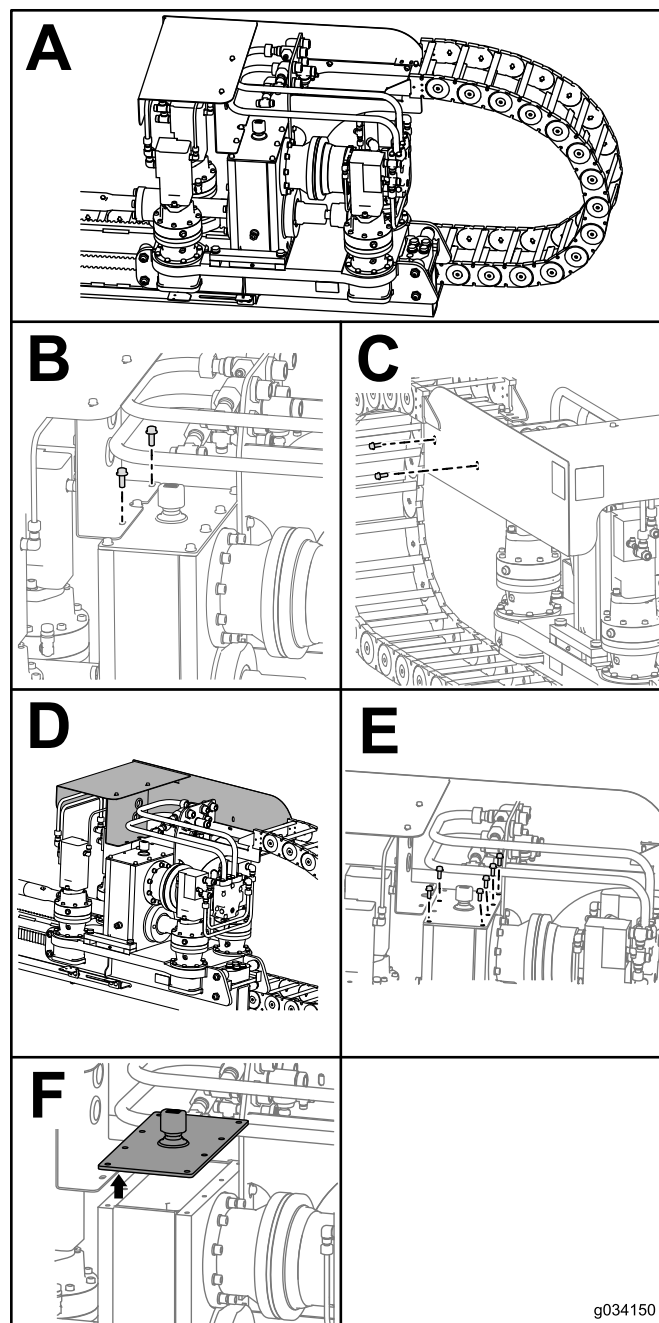

Рисунок 137
3. Удалите два болта с шайбами в ограждении каретки (вид В на Рисунок 137).
4. Удалите два болта с шайбами и гайками в боковой части ограждения каретки (вид С на Рисунок 137).
5. Сдвиньте ограждение каретки вперед (вид D на Рисунок 137).
6. Отверните 6 болтов на редукторе (вид Е на Рисунок 137).
7. Снимите крышку на редукторе и откачайте масло ручным насосом (вид F на Рисунок 137).
11. Установите снова крышку на редуктор и вставьте, не затягивая, 6 болтов (вид Е на Рисунок 137).
12. Установите ограждение каретки на место и вставьте, не затягивая, два болта (вид С на Рисунок 137).
13. Установите два болта, крепящие ограждение каретки на редуктор (вид В на Рисунок 137).